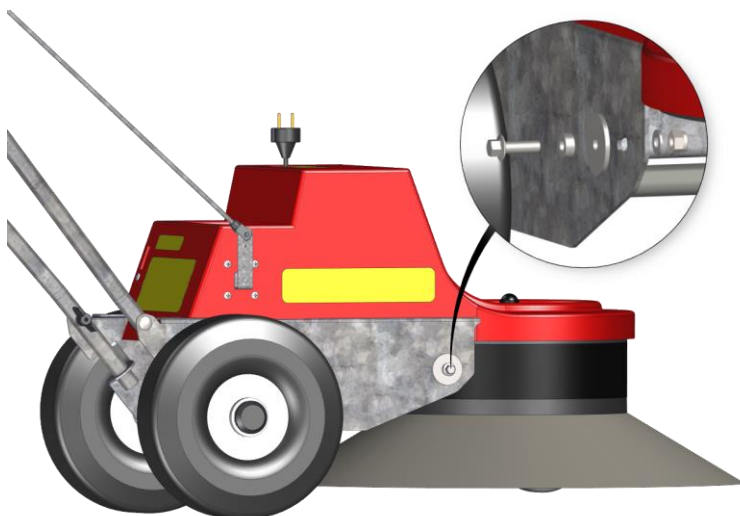

Abb. 60: Aufnahmeschraube Cleanbag WR 650
1. Die Verschraubung (Aufnahmeschraube) gemäß Abb. 60 herstellen und mit dem erforderlichen Drehmoment von ca. 26 Nm (vgl. Tab. 2, Seite 107) festziehen.